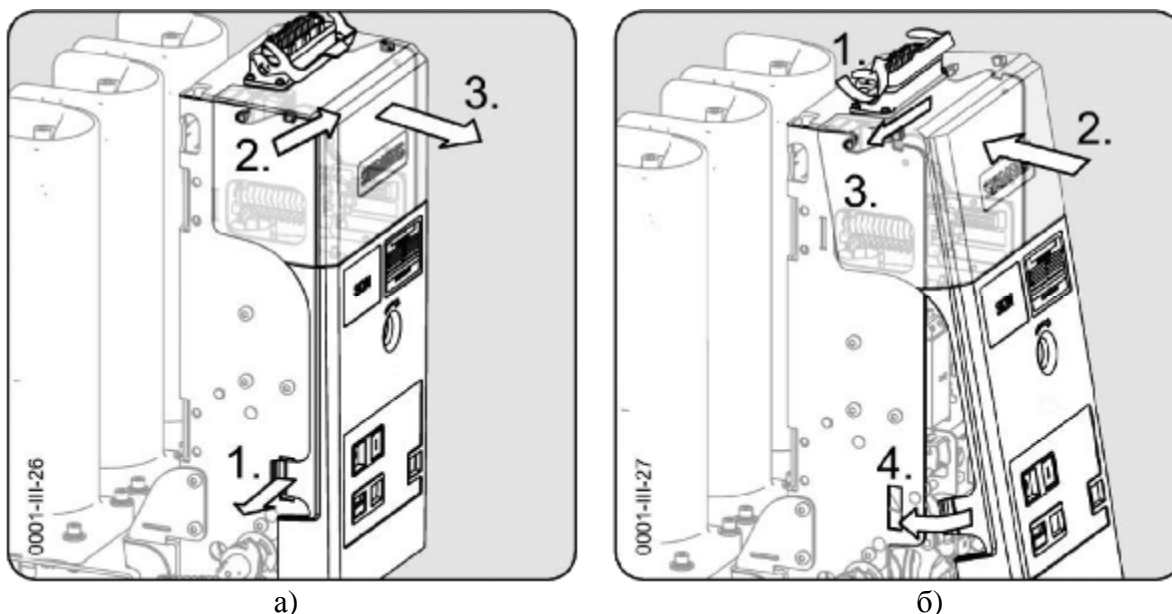

Рис. 35 – Демонтаж а) и монтаж б) крышки привода ВВ-БЭМН-М
- для ВВ-БЭМН-М (рис. 35): для снятия одновременно отсоединить оба фиксатора крышки (рис. 35а п.1); снять крышку в направлении вперед и вверх (рис. 35а п.2, 3). При установке поднять скобу интерфейса низкого напряжения (рис. 35б п.1); крышку (рис. 35б п.2) вставить сверху в направляющую (не допускать перекоса) (рис. 35б п.3) и опустить; полностью ввести в зацепление оба фиксатора крышки (рис. 35б п.3)